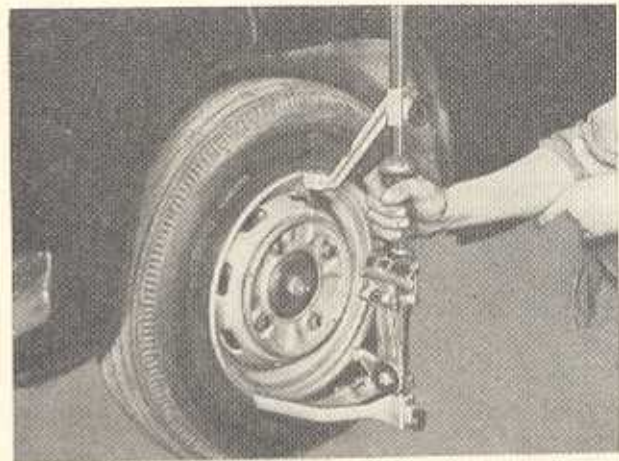

Bild F 62. Sturzmessung der Vorderräder
5.3.8. Sturz der Vorderräder überprüfen (Bild F 62)